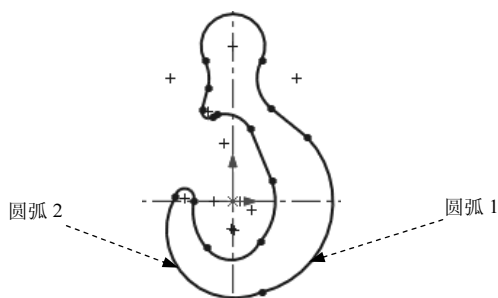
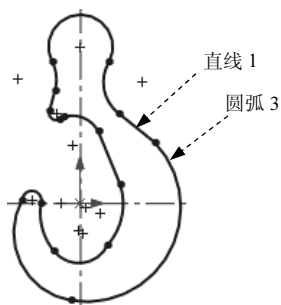
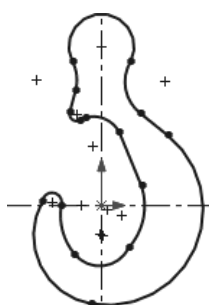

图 10.5 绘制圆弧
图 10.6 添加相切约束 1
图 10.7 添加相切约束 2
Step 4 绘制圆弧。选择下拉菜单 **工具(T)** → **草图绘制实体(K)** → **三点圆弧(3)** 命令，在图形区绘制图 10.5 所示的圆弧。
Step 1 添加图 10.6 所示的“相切”约束。按住 Ctrl 键，选择图 10.5 所示的圆弧 1 和圆弧 2，系统弹出“属性”对话框，在 **添加几何关系** 区域中单击 **相切(A)** 按钮。
Step 2 添加图 10.7 所示的“相切”约束。按住 Ctrl 键，选择图 10.6 所示的直线 1 和圆弧 3，系统弹出“属性”对话框，在 **添加几何关系** 区域中单击 **相切(A)** 按钮。